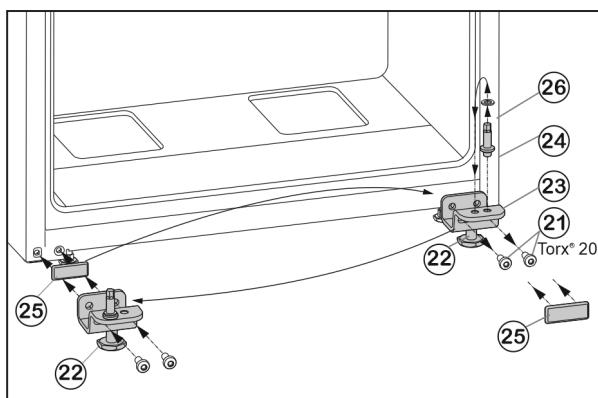

Fig. 7
- Открутите крепежные винты Fig. 7 (21).
- Снимите нижний опорный кронштейн Fig. 7 (23) вместе с опорным пальцем Fig. 7 (24), шайбой Fig. 7 (26) и регулируемой опорой Fig. 7 (22).
- Открутите опорный палец Fig. 7 (24) вместе с шайбой Fig. 7 (26) и, переставив в отверстие на противоположной стороне опорного кронштейна, снова прикрутите.
- Аккуратно снимите защитную пластину Fig. 7 (25) и переставьте ее на противоположную сторону.
- Прикрутите нижний опорный кронштейн Fig. 7 (23) вместе с опорным пальцем Fig. 7 (24), шайбой Fig. 7 (26) и регулируемой опорой Fig. 7 (22) с другой стороны шарнира **(с моментом 4 Нм)**, при необходимости используйте аккумуляторный шуруповерт.
- Установите нижнюю дверцу сверху на опорный палец Fig. 7 (24).
- Выверните регулируемую опору Fig. 7 (22) на нижнем опорном кронштейне Fig. 7 (23) до ее соприкосновения с полом.